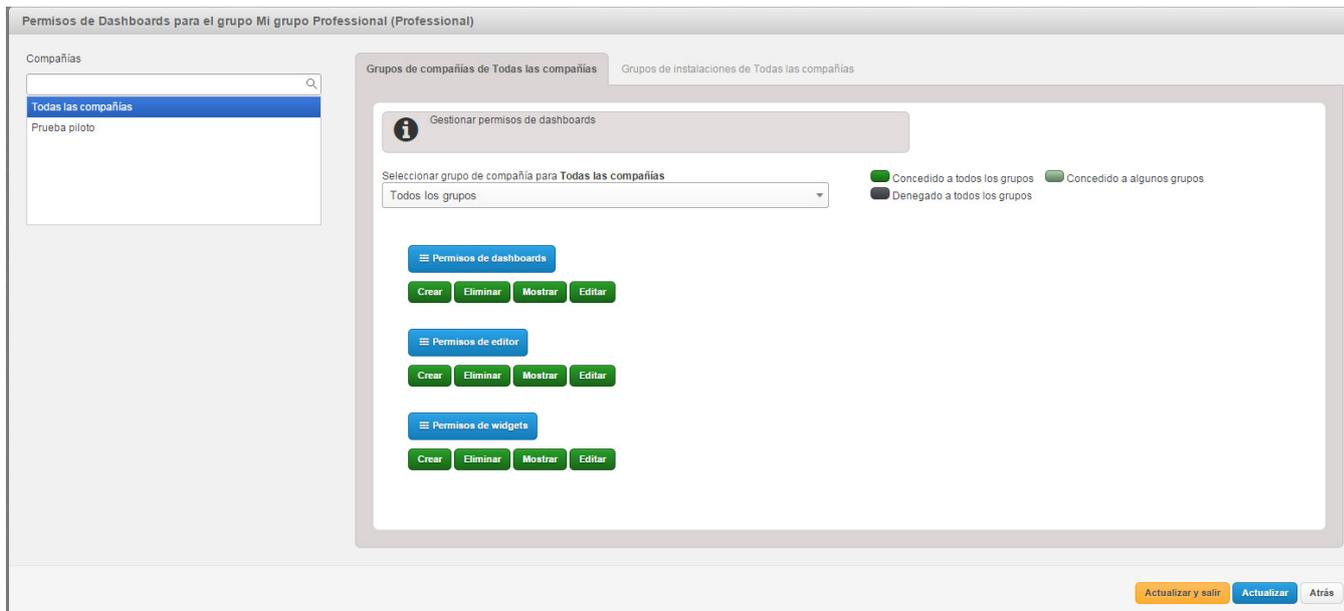

Figura 150:Gestión de permisos.
- ✓ **Gestionar permisos**, accede a la pantalla de gestión de permisos, **Figura 150**.